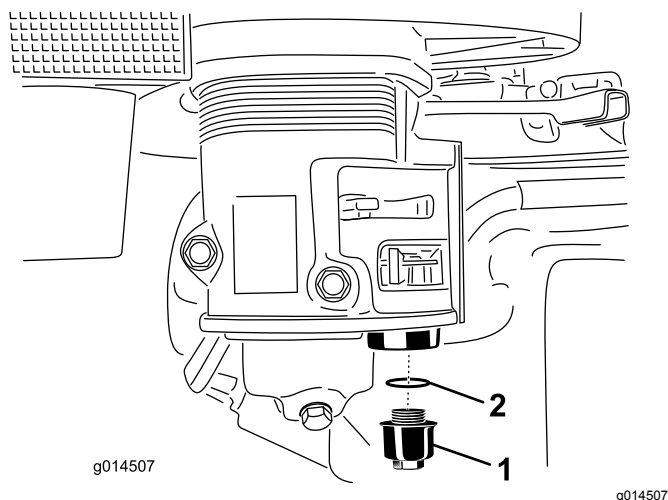

Bild 23
4. Schrauben Sie die Sedimentschale heraus (Bild 23).